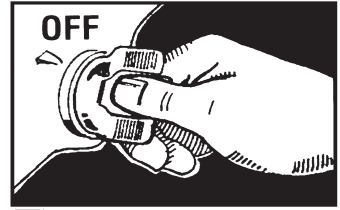

Figura 2 Motor apagado
1. Apagar la llave de encendido, no dejarla en la posición de ACCESORIOS (**Figura 2**). El motor debe estar apagado y todas las cargas eléctricas se deben quitar de la batería para hacer una prueba adecuada. Si hay cargas, consulte el manual de servicio y del operador de los vehículos.